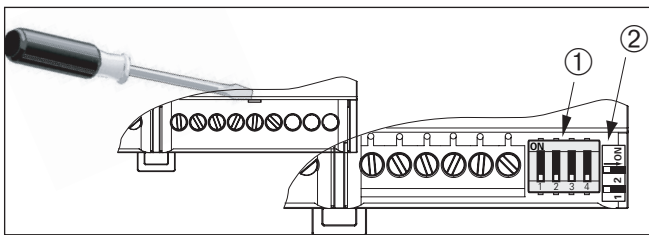

Abb. 1 Lösen der Klemmenabdeckungen (REG-Variante)
- REG: Montieren Sie das Gerät beim Verteilereinbau auf einer symmetrischen Hutschiene (TH 35 nach EN 60715: 2001) durch Aufclippen. Zur Erleichterung der Anschlussarbeiten können die Klemmenabdeckungen gelöst werden (Abb. 1).
- HINWEIS** Kodierschalter S1-S6 entsprechend der gewünschten Funktion einstellen (Abb. 1).
- Lösen Sie hierzu bei der REG-Variante die Klemmenabdeckung mit einem geeigneten Schraubendreher (Abb. 1).